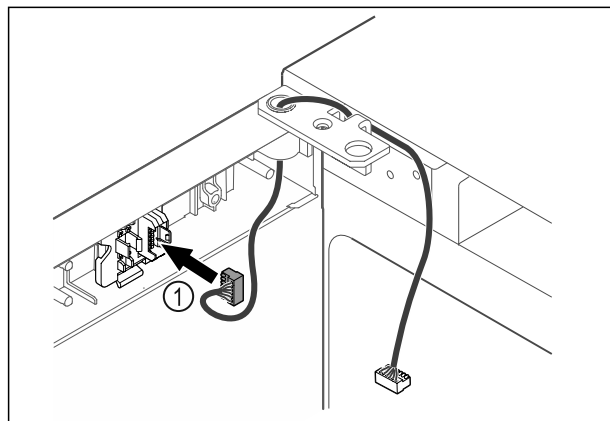

Fig. 42
- ▶ Zasuňte zástrčku Fig. 42 (1) do držáka zástrčky.